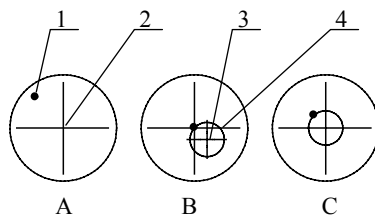

图 6
- 3) 旋转载物台, 如果载物台中心没有调中, 目标点会以圆周轨迹旋转, 见图 6 B。
- 4) 适当调节载物台调中螺钉, 使轨迹中心靠近视场中心, 载物台的调中就完成了, 见图 6 C。